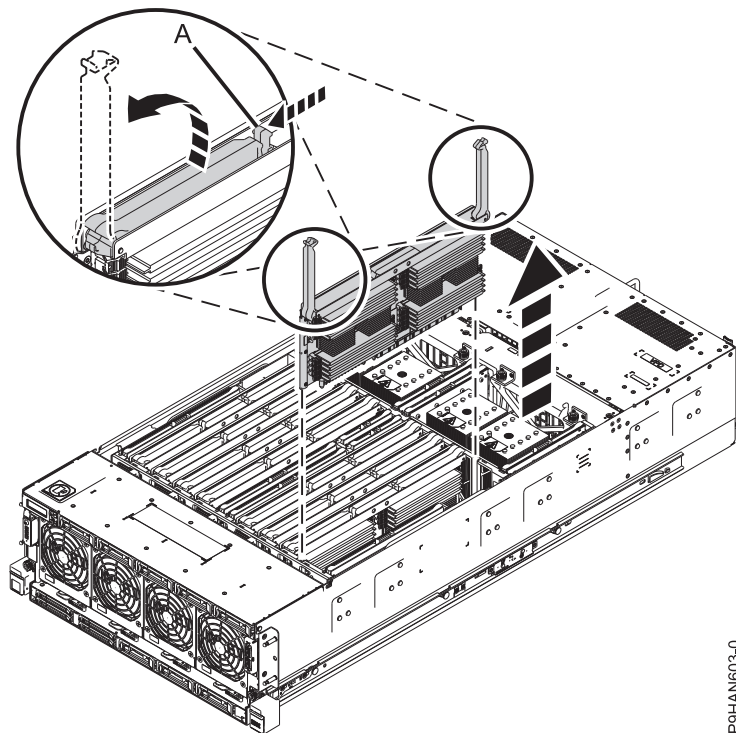

Figure 10. Retrait d'une carte de bus mémoire
- a. Ouvrez les loquets (**A**) sur la carte de bus mémoire, comme illustré dans la figure 10, à la page 13. Ouvrez les loquets en position verticale.